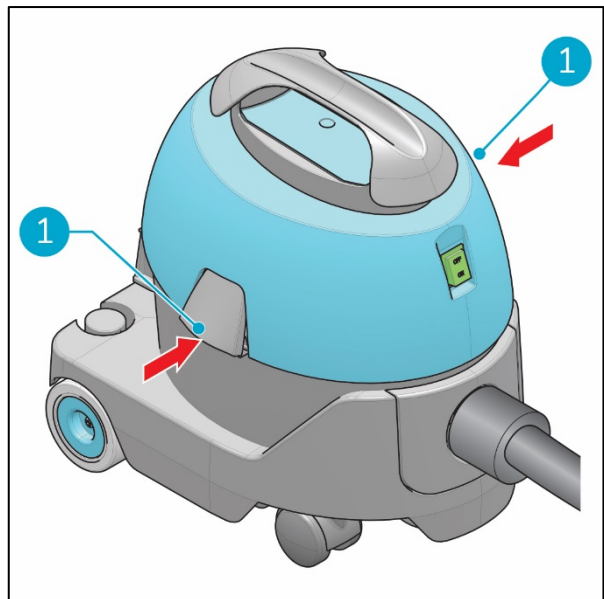

Figura 21
3. Cierra las pestañas (Figura 21, pos. 1).